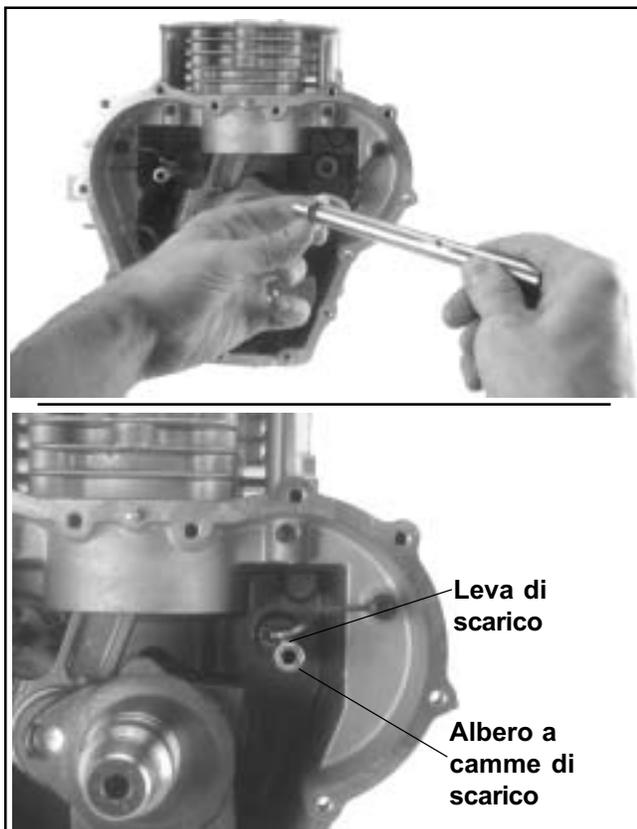

Figura 10-22. Installazione dell'albero a camme di scarico.
2. Applicare un velo di grasso alla scanalatura sagomata nella rondella reggisplinta. Inserire la rondella sull'albero a camme in modo che il perno corto sia inserito nella scanalatura. Il grasso manterrà la rondella in posizione. Ruotare la leva della camma di scarico verso il foro dell'asta di spinta, quindi inserire l'albero a camme nel controforo del carter. Accertarsi che il perno resti nella scanalatura della rondella reggisplinta. Vedere Figura 10-22.